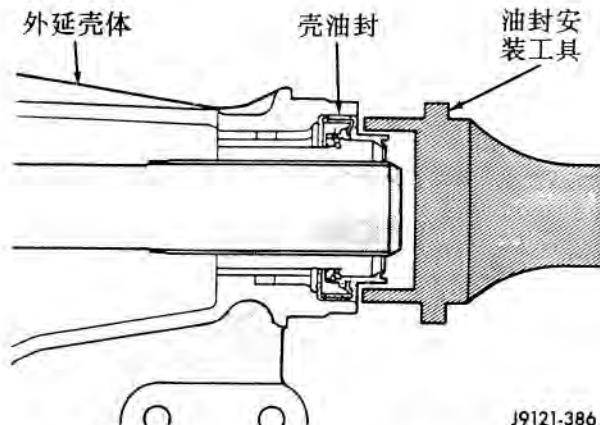

图 101 外延壳油封安装 — 两轮驱动型
(14) 在两轮驱动型上，在外延壳体上安装新油封 (图 101)。
(15) 在两轮驱动型上，安装车速表从动齿轮、接头和车速传感器。方法如下：